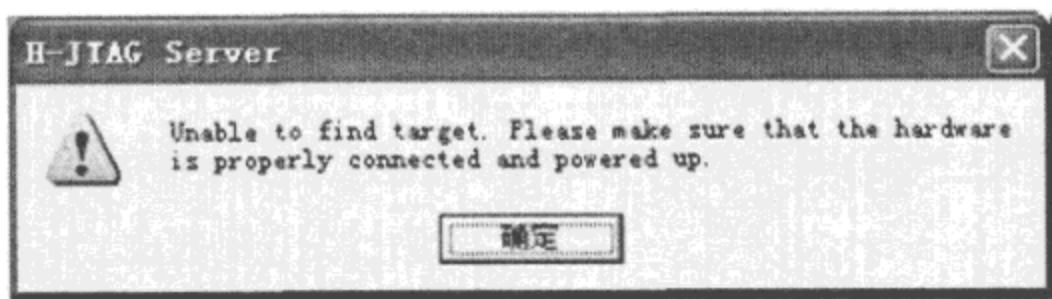

图 2-9 检测设备告警
(1) 安装 H-JTAG。先上网下载 H-JTAG 后,双击其安装文件运行,按照其提示安装即可。安装完毕,会在桌面生成 H-JTAG 和 H-Flasher 快捷方式,双击运行 H-JTAG,程序将自动检测是否连接了 JTAG 设备,因为之前我们还没有做任何设置,所以会跳出一个提示窗口,如图 2-9 所示。